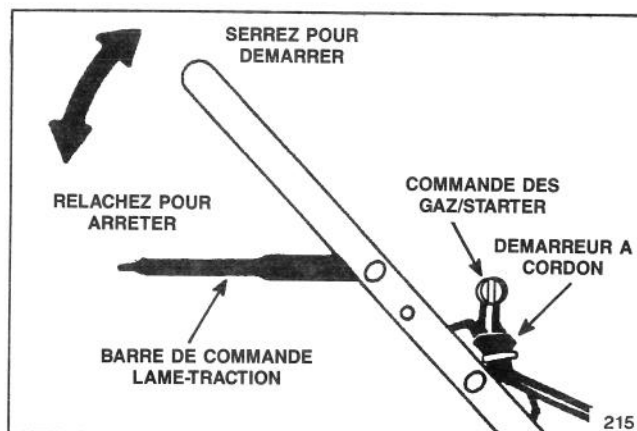
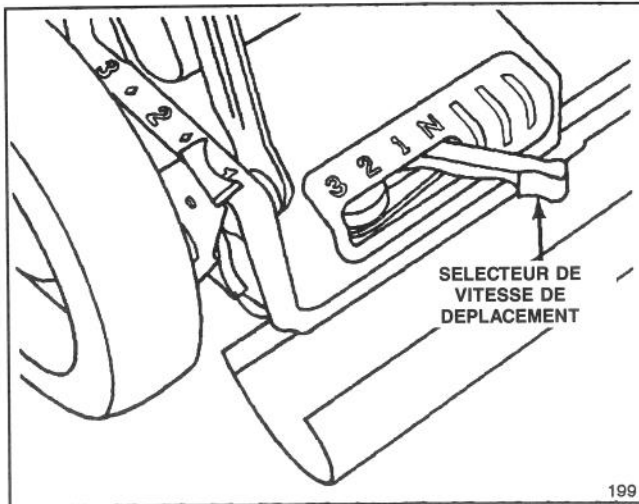
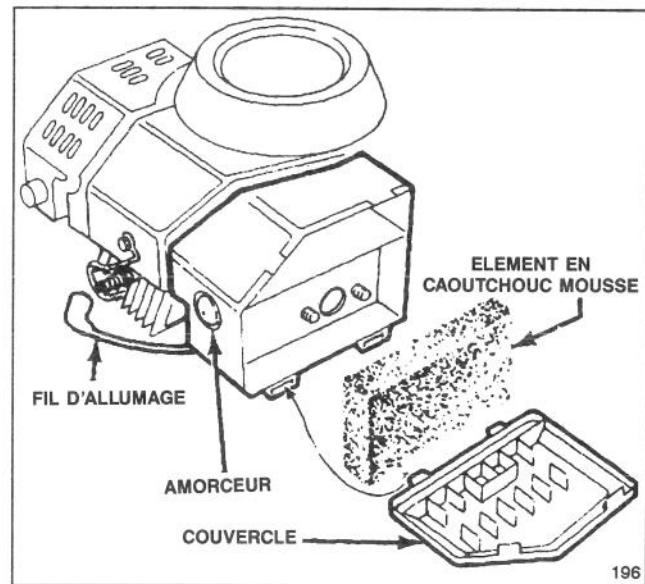

Figure 12
Figure 13
Figure 16
1. COMMANDES—La commande des gaz, la barre de commande de la lame et de la traction, et le démarreur se trouvent sur la partie supérieure du guidon (figure 12). Le sélecteur de vitesse de déplacement est situé à l'arrière du carter de la tondeuse (figure 13).
2. Enfoncez le fil d'allumage sur la bougie (figure 16).
3. **DEMARRAGE**—Réglez le sélecteur de vitesse sur "N" et la commande des gaz sur CHOKE. Couvrez le trou central de l'amorceur avec le pouce et appuyez une fois (figure 16). Serrez la barre de commande contre le guidon. Tirez le démarreur (figure 12) jusqu'à ce qu'il y ait enclenchement, puis tirez vigoureusement pour faire démarrer le moteur. Réglez les gaz au niveau voulu une fois le moteur en marche.
5. **ARRET** (figure 12)—Réglez le sélecteur de vitesse de déplacement sur "N." Relâchez la barre de commande pour arrêter le système de traction, le moteur et la lame. Débranchez le fil d'allumage de la bougie lorsque vous vous apprêtez à laisser la tondeuse sans surveillance ou lorsque vous avez fini de vous en servir.
1. Arrêtez le moteur et débranchez le fil de la bougie (figure 16).
2. Soulevez les languettes du dessus du couvercle du filtre à air et faites pivoter le couvercle vers le bas (figure 16). Nettoyez soigneusement le couvercle.
3. Si l'extérieur de l'élément en caoutchouc mousse est sale, sortez cet élément du corps du filtre à air (figure 16) et nettoyez-le avec soin.